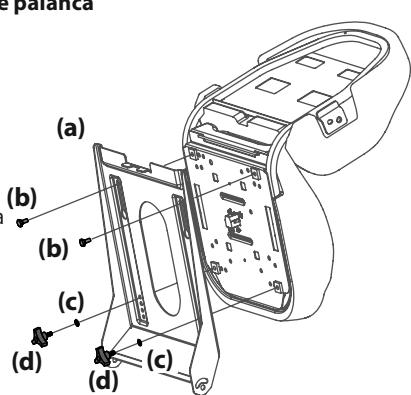

Figura 4
- Para el asiento que se Ajusta con Perillas inserte los pernos (b) en los orificios traseros y trabe la arandela (c) y las perillas (d) en el frente. Ajuste bien. Consulte la Figura 4.